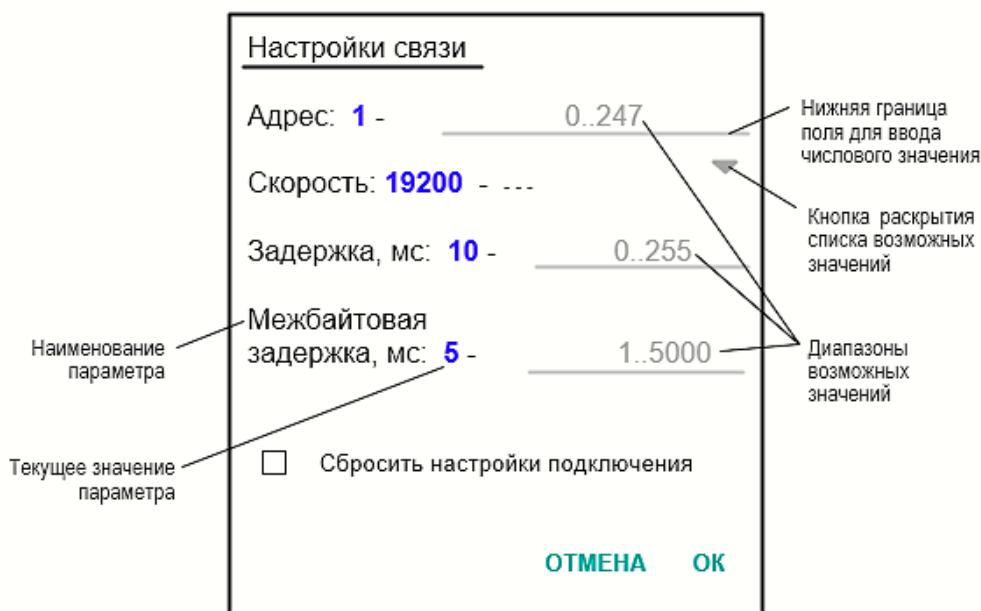

Рис.30. Вид окна редактирования значений установочных параметров.
- нажать кнопку **<изм.>**, расположенную под группой параметров, подлежащих редактированию. Откроется окно, возможный вид которого показан на рис.30;